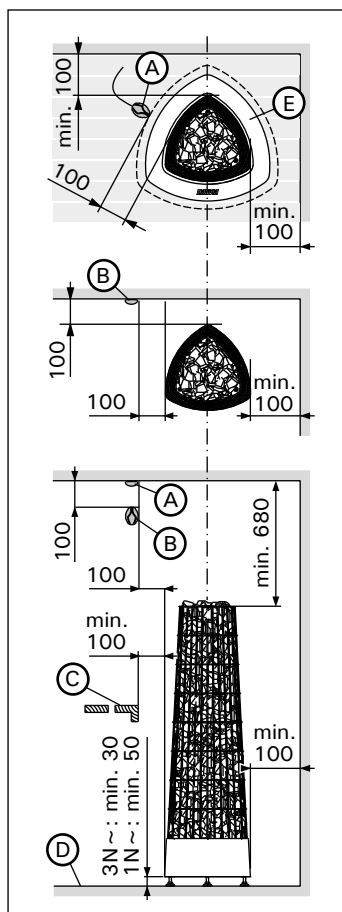
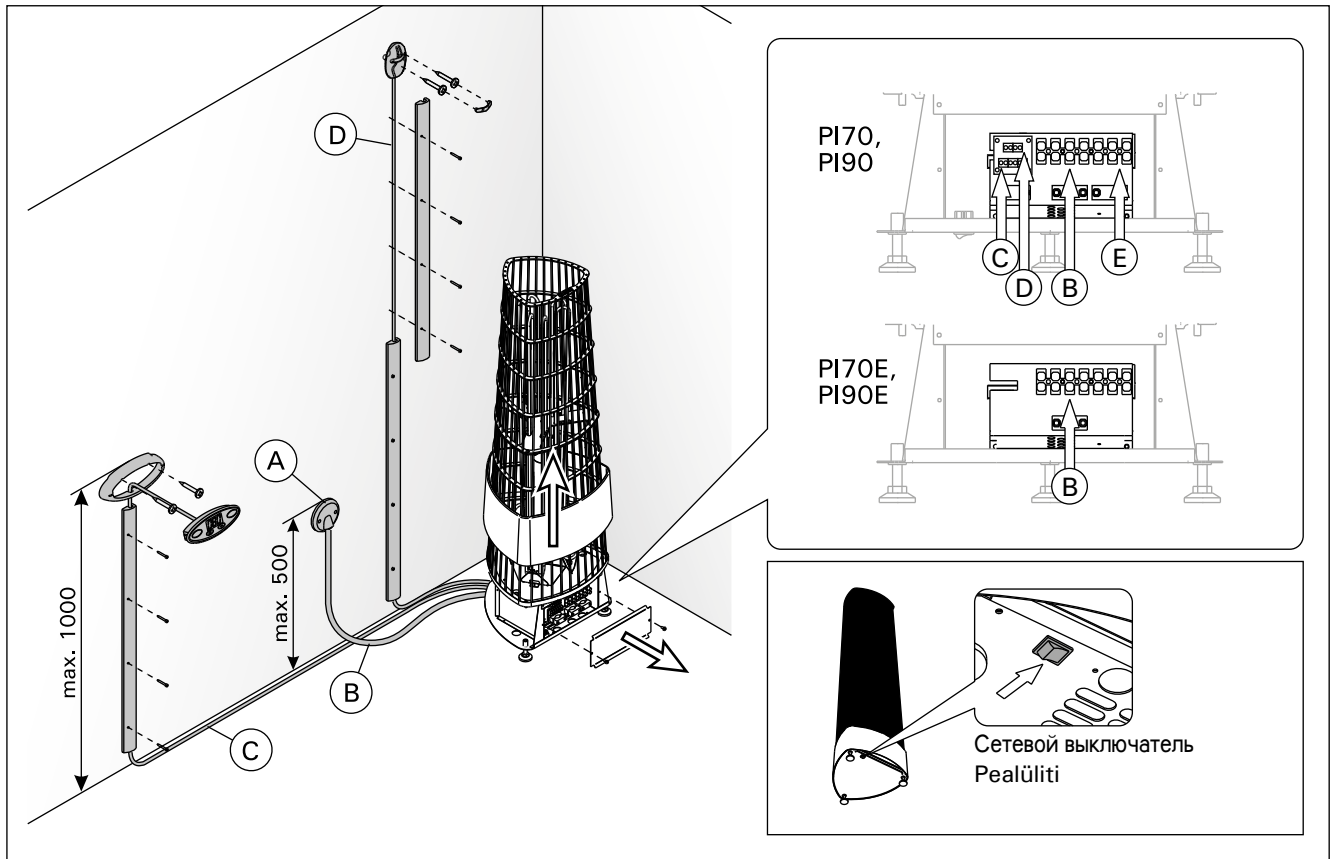

Рисунок 6. Расположение и безопасные расстояния (все размеры приведены в миллиметрах)
Рисунок 7. Разъемы нагревателя (все размеры приведены в миллиметрах)
Элементы, представленные на рис. 6:
Разъемы нагревателя (рис. 7):
- Каменка гибким проводом подсоединяется к соединительной коробке (рис. 7: A) в стене сауны. Соединительная коробка должна быть брызгозащищенной и находиться на расстоянии не более 500 мм от пола.
- В качестве кабеля (рис. 7: B) следует использовать резиновый кабель типа HO7RN-F или подобный. **ВНИМАНИЕ! Использование изолированного ПВХ кабеля запрещено вследствие его разрушения под воздействием тепла.**
- **PI:** Установите датчик на стену сауны, как показано на рис. 6. Вставьте кабель датчика в разъем нагревателя по принципу цветового соответствия (рис. 7: D).
- **PI-E:** Установите датчик (WX248) на стену сауны, как показано на рис. 6.
**Датчик следует устанавливать в место, указанное в данной инструкции (рис. 6). Если не соблюдается минимальное расстояние, следует переместить вентиляцию.**
Закрепите панель управления следующим образом (см. рис. 7):
4. Вставьте свободный конец кабель управления в разъем нагревателя по принципу цветового соответствия (рис. 7: C).